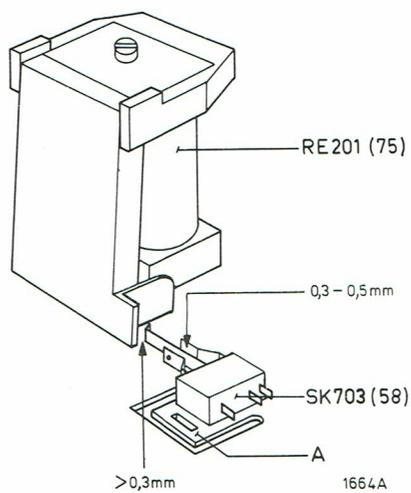

Fig. 10
#### Réglage de l'aimant de galet presseur (voir fig. 10 et 27)
- Quand l'aimant est désexcité, les contacts du commutateur 58 doivent être fermés. Le réglage se fait en courbant la patte A (voir fig. 10).
- Lorsque l'aimant est excité, la distance entre les contacts ouverts du commutateur 58 doit être de 0,3 — 0,5 mm. Le réglage se fait en courbant les contacts (voir fig. 10).